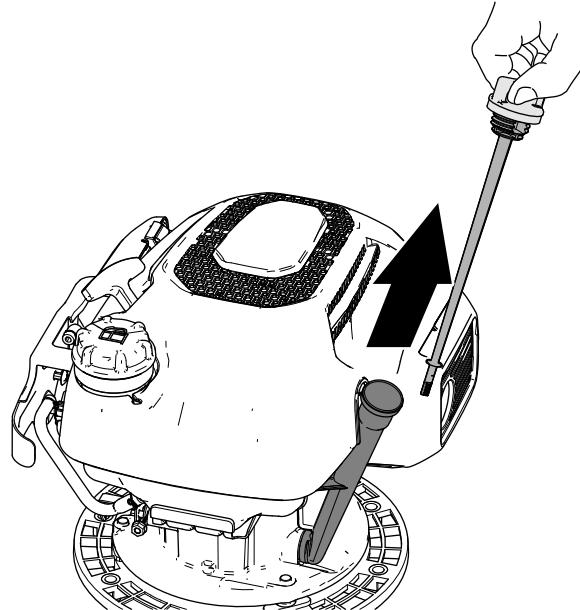

Bild 14
2. Entfernen Sie den Peilstab aus dem Öleinfüllstutzen und wischen Sie ihn mit einem sauberen Lappen ab (**Bild 14**).
5. Befestigen Sie das Anschlussstück des Kabelzugs am oberen Holm (**Bild 14**) mit der Schraube ($\frac{1}{4}$ " x $1\frac{3}{4}$ ") und der Sicherungsmutter ($\frac{1}{4}$ ").